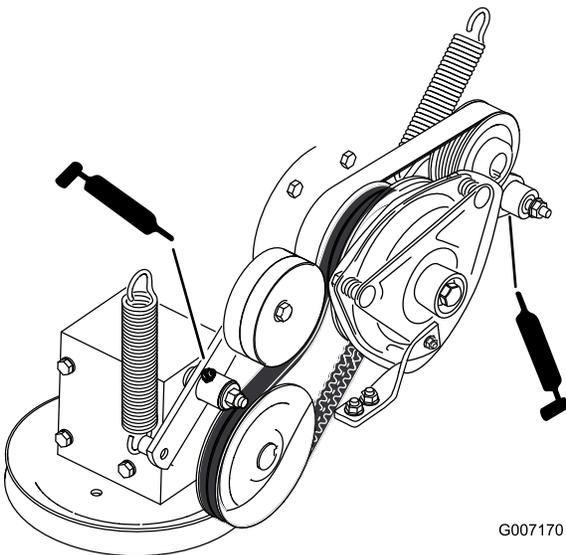

Figura 50
8. Engrase el brazo tensor de la correa de transmisión de la TDF (Figura 50).
9. Engrase el brazo tensor de la correa de la bomba (Figura 50).